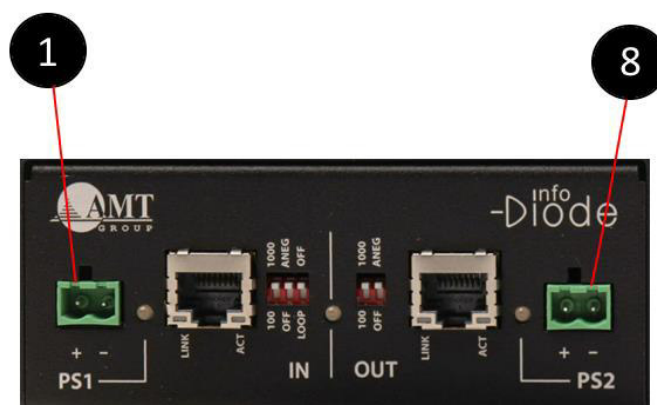

Рис. 7. Разъемы электропитания
2. Найдите два разъема электропитания на передней панели Изделия, обозначенные 1 и 8 (рис.7).